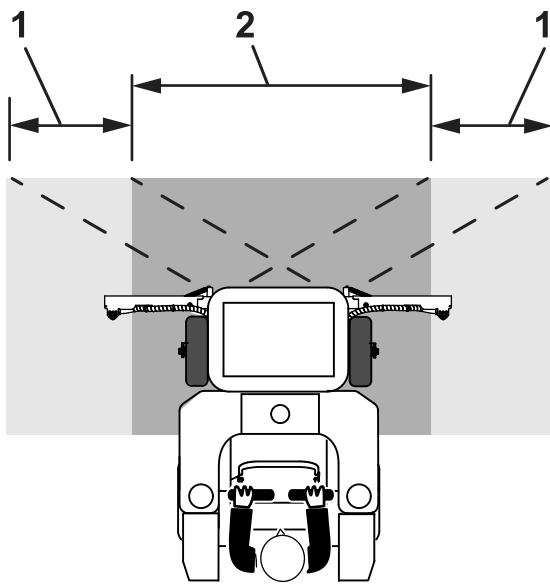

Figura 46
- No solape la zona de fumigación efectiva que ya ha fumigado (Figura 46).